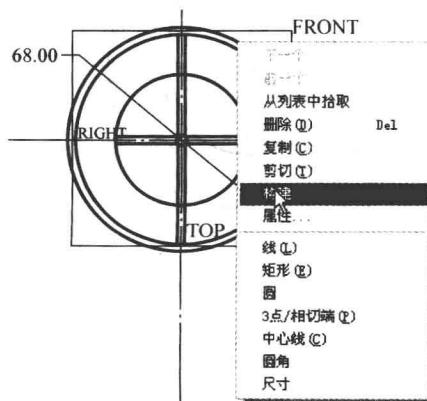
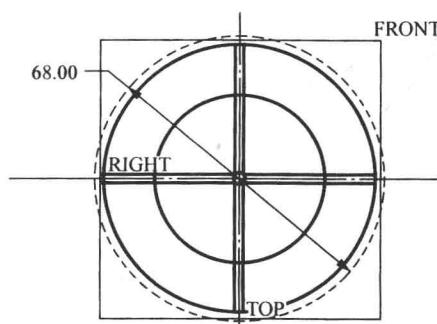

图 1.1-22 快捷菜单
图 1.1-23 构造圆
(2) 单击 O 按钮，以坐标原点为圆心，绘制一个圆，并将尺寸修改为 68，单击选择圆（红色），将鼠标放在圆上，单击右键，弹出快捷菜单，如图 1.1-22 所示。再单击菜单中的【构建】，圆由实线变成虚线，如图 1.1-23 所示，圆“构建”后作为辅助线，将不作为成形实体的截面线。